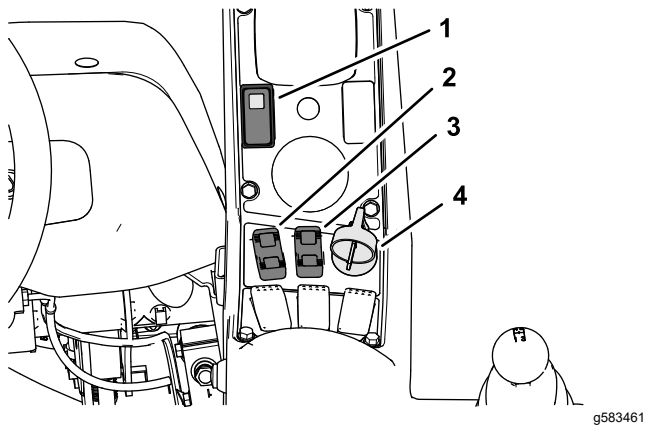
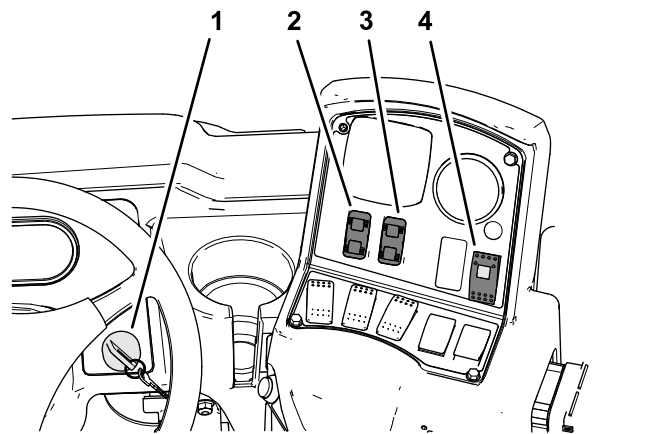
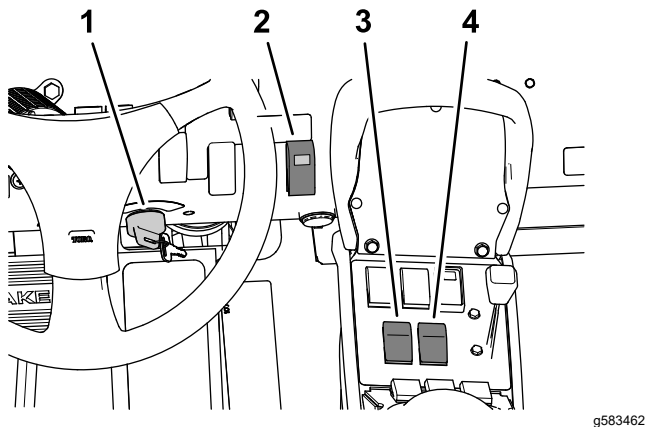

Figure 28
Figure 30
Figure 29
- Placez l'interrupteur des rampes soniques en position MARCHE (Figure 28, Figure 29 ou Figure 30).